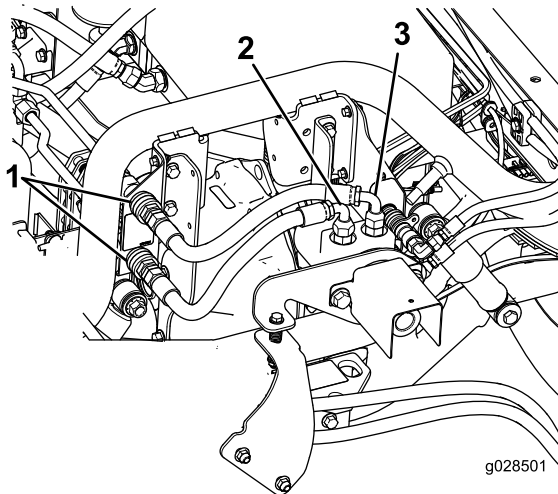

Figure 8
1. Branchez l'extrémité libre du flexible qui est reliée au raccord intérieur du moteur au raccord rapide inférieur sur le support (Figure 8).
2. Branchez l'extrémité libre du flexible qui est reliée au raccord extérieur du moteur au raccord rapide supérieur sur le support (Figure 8).